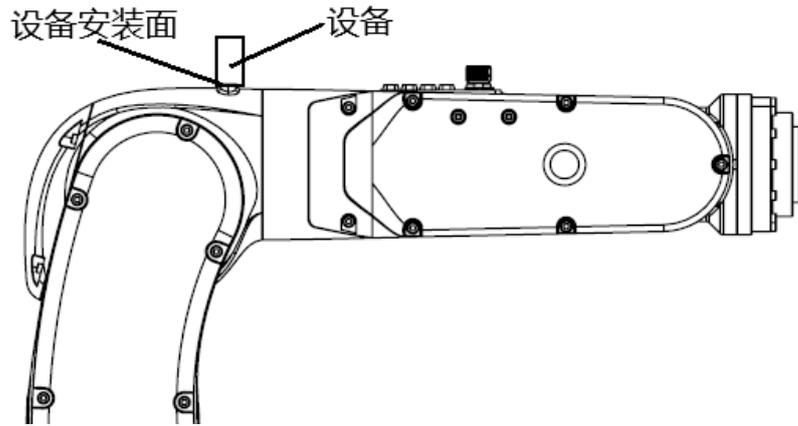

图 6-9 AIR4-560C(-HW)操作机肘部负载安装尺寸示意图
- AIR4-560C(-HW)操作机肘部可安装重量不超过 1kg 的外部设备, 如图 6-9 所示。